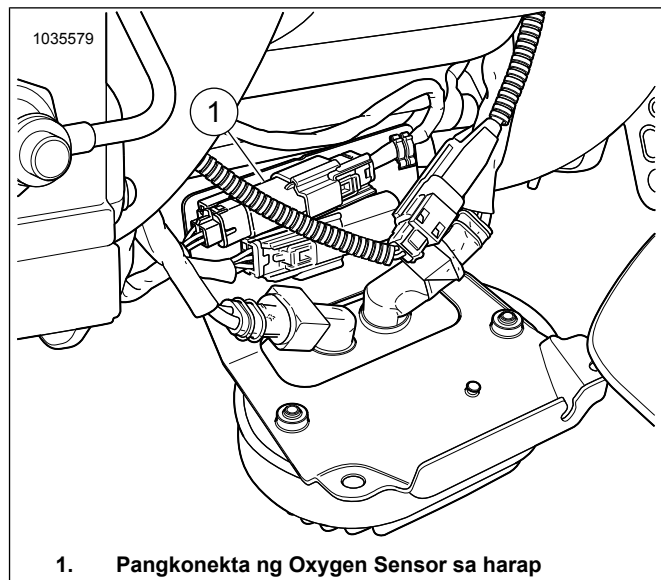

Figure 32. Lokasyon ng Oxygen Sensor sa harap
Tingnan ang Figure 32 . Buksan ang takip ng voltage regulator sa harap at idiskonekta ang pangkonekta ng O2 sensor sa harap (1). Alisin ang housing ng pangkonekta mula sa caddy.